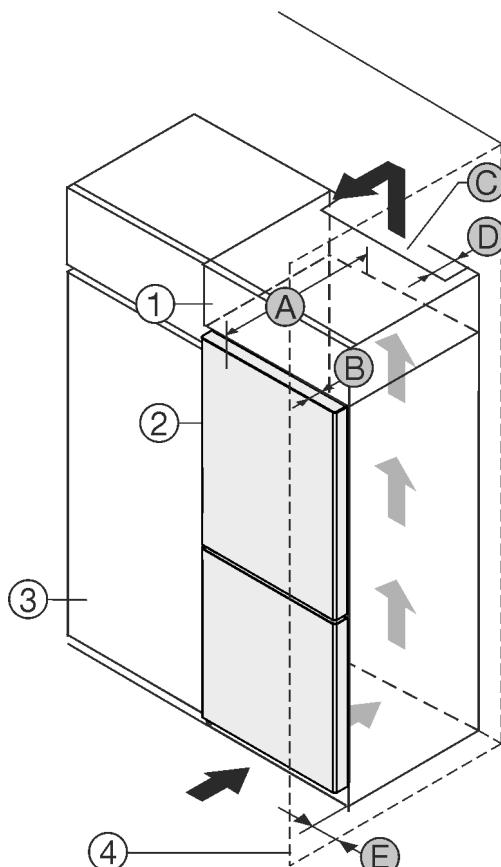

Fig. 1
- (1) Viseći ormari
(2) Uređaj
(3) Kuhinjski ormari
- (4) Zid
- (A) Dubina uređaja
Uređaj možete postaviti neposredno pored kuhinjskog ormara Fig. 1 (3).
Na stražnjoj strani visećeg ormara treba postojati otvor za odzračivanje dubine Fig. 1 (D) po cijeloj širini visećeg ormara.
Ispod stropa prostorije treba poštovati ventilacijski presjek Fig. 1 (C).
Kada se uređaj postavlja s okovima pored zida Fig. 1 (4), razmak između uređaja i zida mora iznositi najmanje 13 mm.
Kada se uređaj postavlja s okovima pored zida Fig. 1 (4), razmak između uređaja i zida mora iznositi najmanje 20 mm.
Kako biste vrata mogli potpuno otvoriti, uređaj mora biti za dubinu vrata Fig. 1 (B) ispred u odnosu na prednjicu kuhinjskog ormara. Ovisno o dubini kuhinjskih elemenata Fig. 1 (3) i uporabi zidnih odstojnika, uređaj može i dalje stršati.